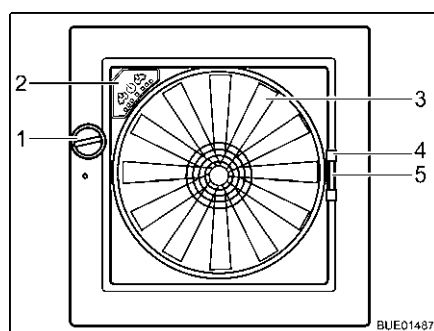

Fig. 100 Oblò Omni-Vent
- Ruotare la manopola (Fig. 100,1), finché non si raggiunge l'angolo di apertura desiderato.
- Ruotare la manopola (Fig. 100,1), finché l'oblò non è completamente chiuso.
- Chiusura:* ■ Tirare la zanzariera per l'impugnatura (Fig. 100,4) verso il lato opposto del telaio.
- Chiusura:* ■ Serrare la maniglia (Fig. 100,5) dell'oscurante.
- Ventilatore** Se l'oblò è aperto, l'abitacolo può essere ventilato e sfiato con il ventilatore a 6 stadi (Fig. 100,3). Il ventilatore si controlla dal quadro di comando (Fig. 100,2).